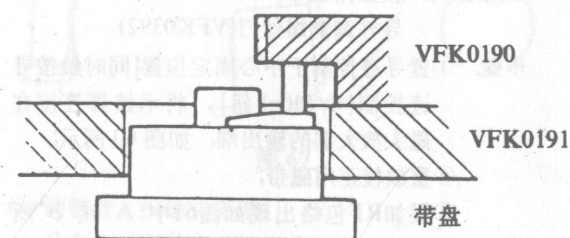

图 48
④如图 48 所示, 测量出带盘顶部表面的高度, 然后对另一带盘进行同样的测量;
⑤如果差值超过 0.2mm (高于或低于), 可更换一个厚度合适的在带盘底下多层滑动的垫圈。垫圈的规格有 0.2mm、0.3mm 和 0.5mm 三种厚度。